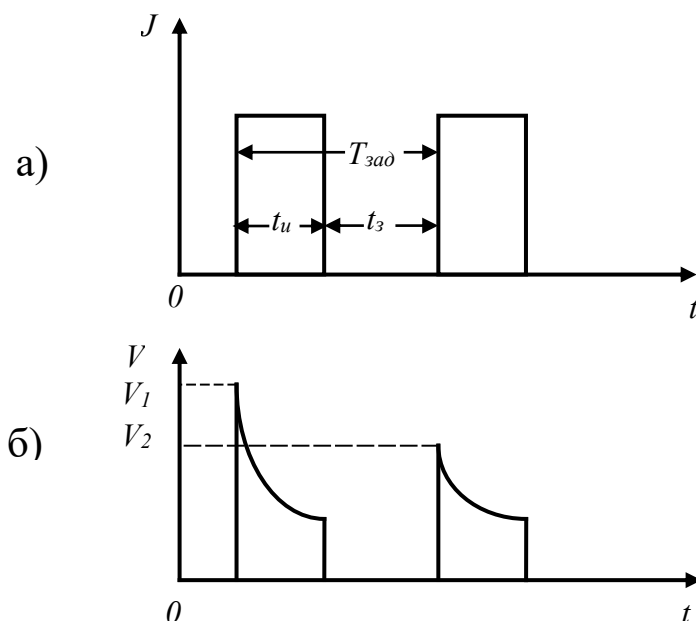

Рисунок 2.1 Импульсы прямого тока (а) и соответствующие им импульсы падения напряжения на образце (б).
Носители вводятся в базовую область через  $p$ - $n$  переход посредством импульса прямого тока длительностью  $t_u$ . Сопротивление базовой области в результате этого уменьшается, что приводит к уменьшению падения напряжения на образце (рис. 2.1). Через некоторое время достигается стационарное значение падения напряжения, соответствующее стационарной неравновесной концентрации. После окончания первого импульса число неравновесных носителей заряда уменьшается вследствие рекомбинации, что приводит к увеличению сопротивления образца.
- 4.2. Получить на экране осциллографа картину как на рис. 2.1,б. Длительность инжектирующего импульса выбрать так, чтобы наблюдалось насыщение падения напряжения на образце  $V_1$ , а время задержки  $t_3 > 3 \tau$  (в этом случае  $V_1 = V_2$ ).